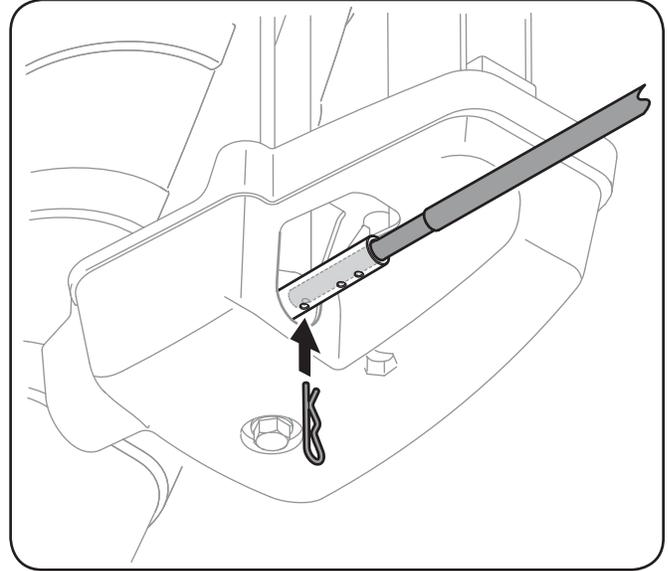

Figure 4-2
2. Enfoncez la tige de commande de la goulotte jusqu'à ce que le trou soit aligné avec le 3^e trou de l'ensemble de rotation. Voir la Figure 4-2.